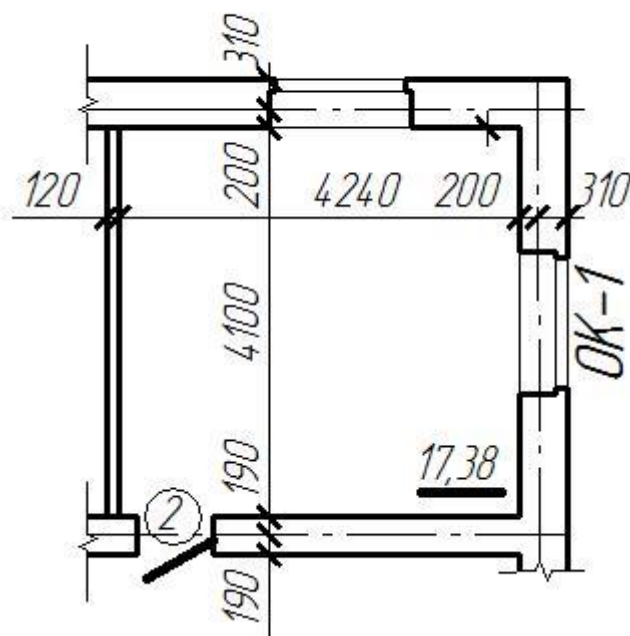

Рисунок 9 – Требование к нанесению внутренних размеров на плане этажа
Внутри плана здания замкнутыми цепочками проставляем все необходимые размеры (ширину и глубину каждого помещения, толщину стен и перегородок, привязку стен к осям). Пример простановки внутренних размеров представлен на рис. 9.
1.8 Проставляем площадь жилых помещений в нижнем правом углу помещения и подчеркиваем сплошной линией (рис. 9). Площадь высчитываем с точностью до 0,01 м². Коридор, лоджия, туалет и кухня не являются жилыми помещениями.